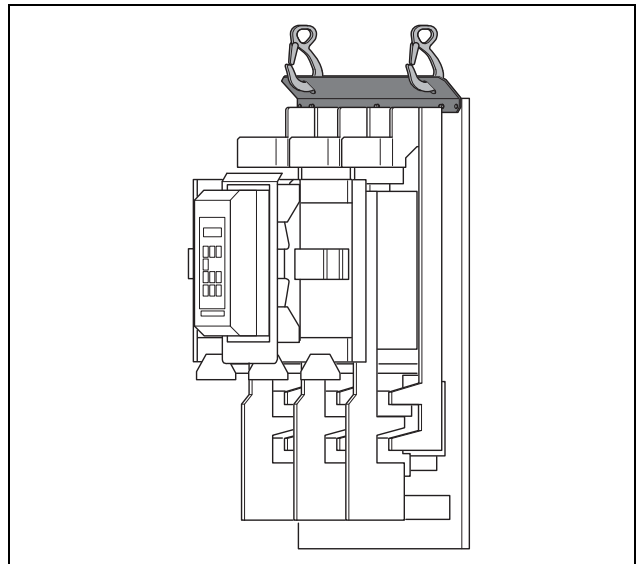

Fig. 22 Elevación vertical de la unidad TSA.
2. Monte el soporte para elevar en la parte superior de la unidad TSA. Usar las tres tuercas M5 de la cubierta para entrada de cables extraída (consulte Fig. 22).